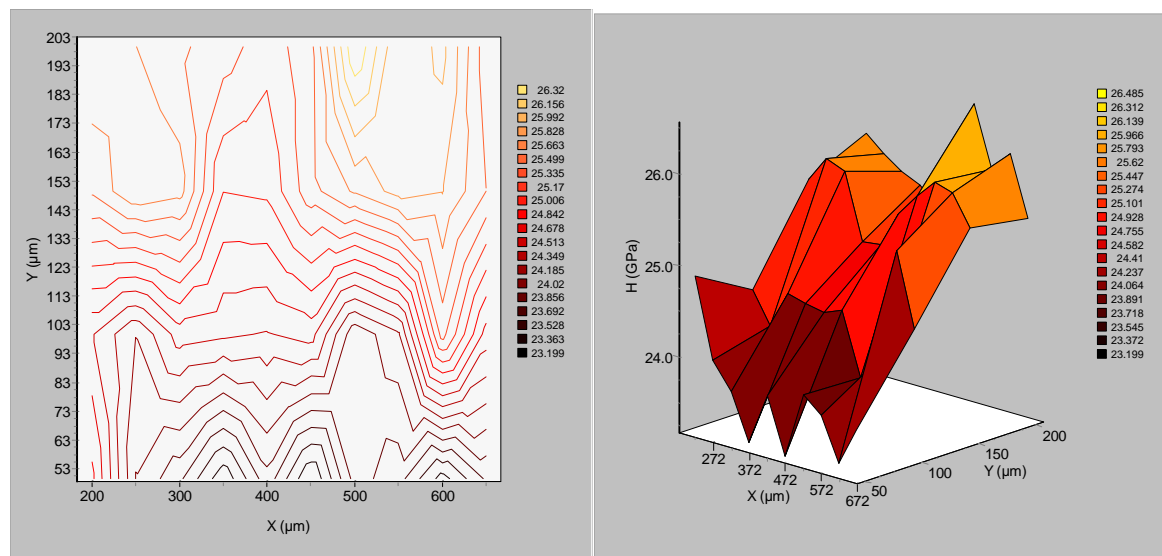

Abb. 34: Darstellung von Ergebnissen als Contour Plot (links) oder als 3D-Gitter(rechts)
**Contour plot:** Es werden Höhenlinien für Bereiche gleicher Härte (oder anderer Werte) gezeichnet, s. Abb. 34